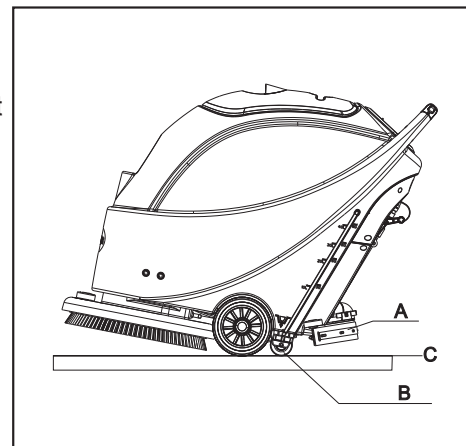

FIGURE 7
8. Relâchez l'interrupteur de sécurité (1) de façon à éteindre la brosse / le porte-disque et l'électrovalve.
9. Appuyez sur l'interrupteur d'aspiration (39) pour le mettre en position Arrêt ("Off") ; l'aspiration s'arrête au bout de 5 secondes.
10. Appuyez sur l'interrupteur de commande de solution (40) pour le mettre en position Arrêt ("Off") de façon à arrêter complètement l'arrivée de solution.
11. Appuyez sur l'interrupteur principal (38) pour le mettre sur la position "Off". Et débranchez le câble d'alimentation (9) de l'alimentation principale.
12. A l'aide de la poignée de réglage de la raclette (14), relevez la raclette.
13. Saisissez la poignée (2) et inclinez doucement la machine vers l'arrière, jusqu'à ce que la roue de guidage (B) touche le sol. Voir Figure 7.